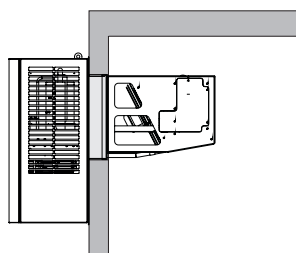

Fig. 1.2.2.e
- E) FIXEZ le monobloc en réglant les équerres de fixation du monobloc (Fig.1.2.2.f).